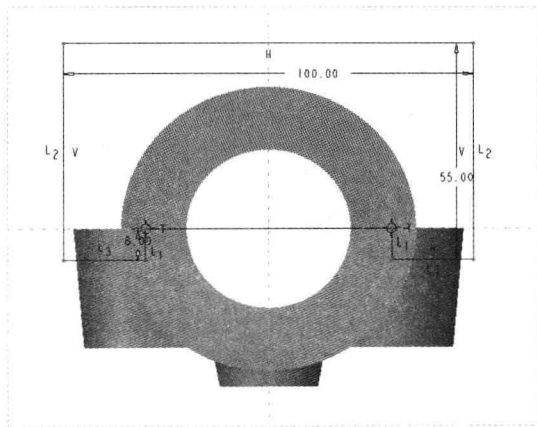

图 18-80 绘制截面 5
Step 19 在“功能区”选项板的“模型”选项卡中，单击“形状”面板中的“拉伸”按钮, 弹出“拉伸”选项卡；在绘图区选择 TOP 基准平面作为草绘平面，进入草绘环境，单击“草绘”选项卡中的相应按钮，绘制截面，如图 18-80 所示。